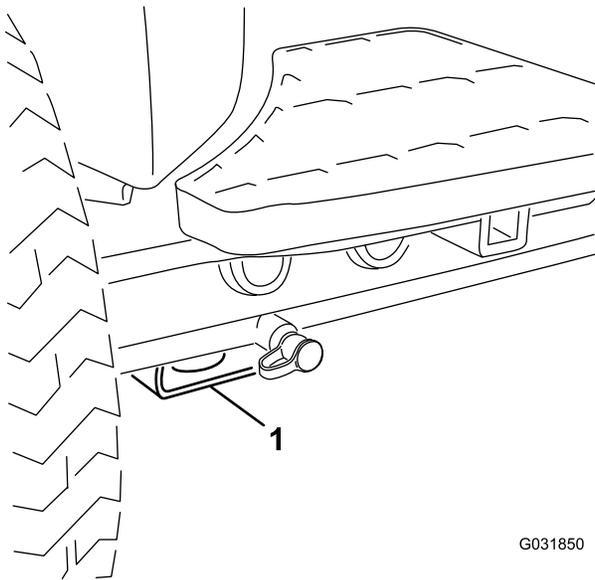

Рисунок 38
- В передней части – используйте прямоугольную подкладку под трубой моста внутри каждого переднего колеса (Рисунок 38)